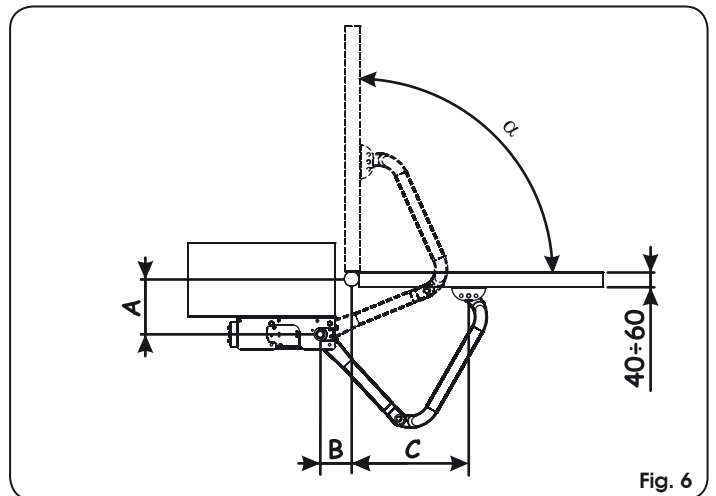

Fig. 6
**OUVERTURE VERS L'EXTERIEUR (Fig. 6)**